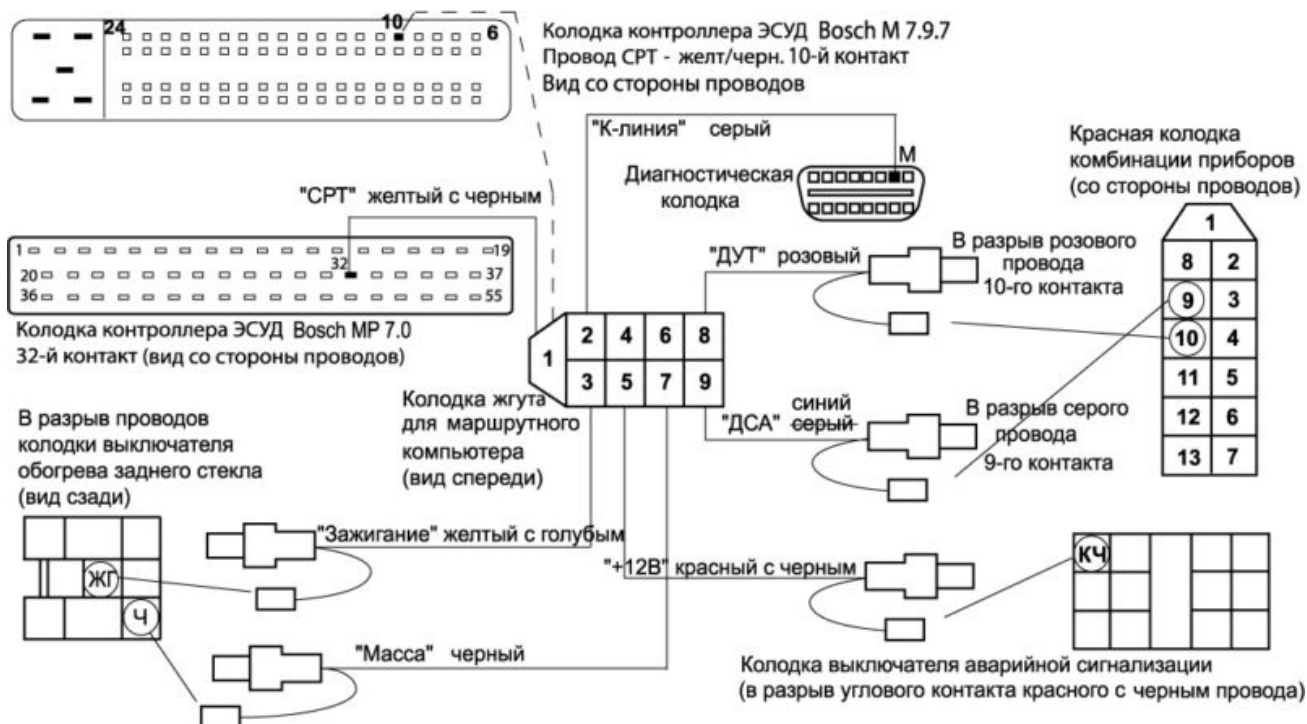

Рис.1 Подключение БК
3. Подключите жгут проводов БК (прилагается в комплекте) в соответствии с рис.1 согласно существующей технической документации на электрооборудование автомобиля:
***Для контроллера Bosch M7.9.7 подключение провода СРТ производится к 10 контакту колодки (рис.1).***